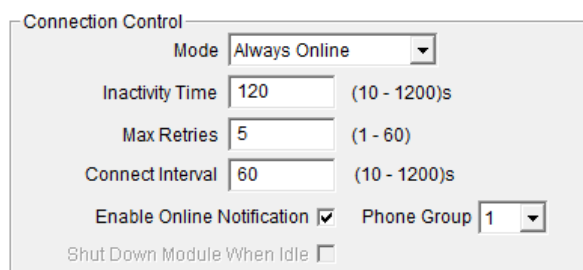

Рисунок 16
24. Во вкладке «Connection» (рисунок 16) окна программы «M1000ProV2 Configurator» в области «Connection Control» необходимо: